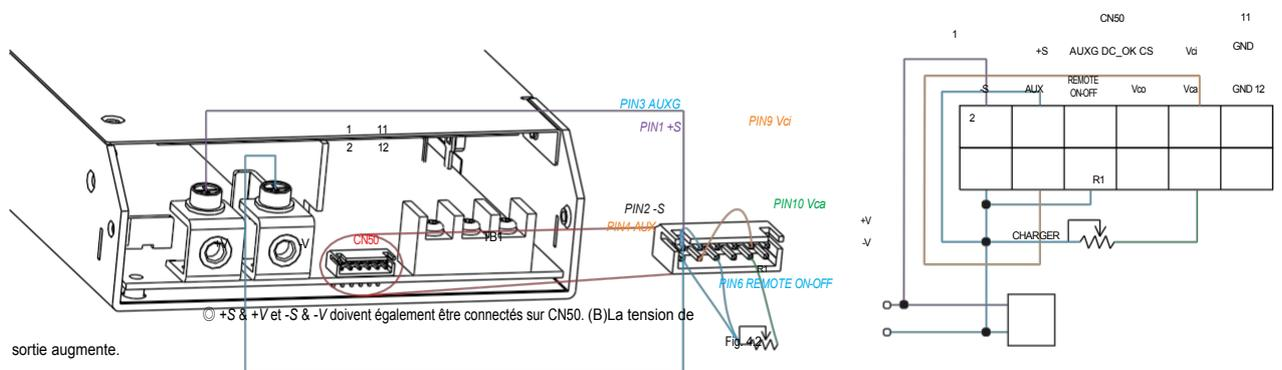

Fig. 4.2
(2) Application de la RESISTANCE EXTERNE comme indiqué dans les Fig. 4.2 & Fig. 4.3